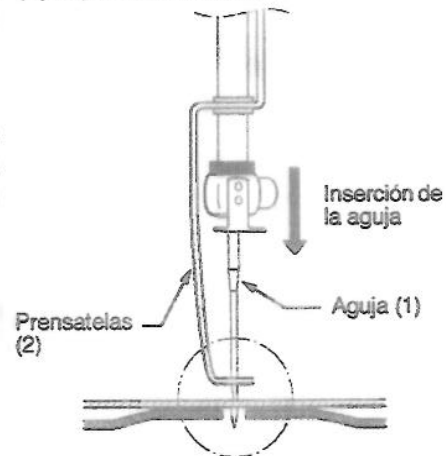

Figura 4-7
La Figura 4-7 muestra cuál es la situación si el prensatelas (2) no presiona la tela cuando la aguja (1) la penetra, de forma que la aguja se inserta en la tela en una condición inestable.